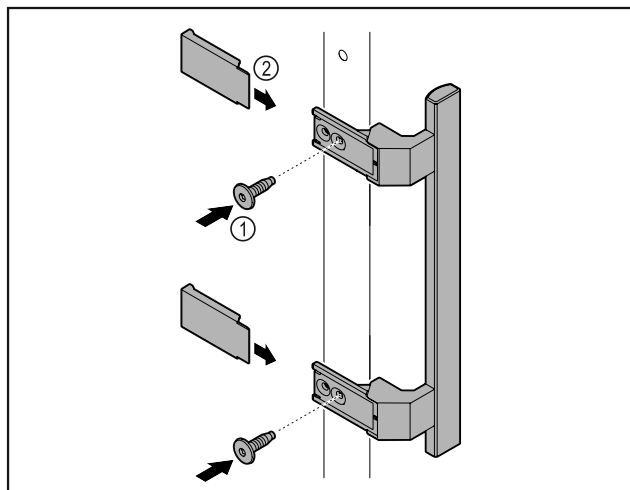

Fig. 5
- ▶ Paigaldage kaaspakist pärit käepideme kaasasolevate kruvidega Fig. 5 (1) ukse külge.
- ▶ Pange kate Fig. 5 (2) peale.